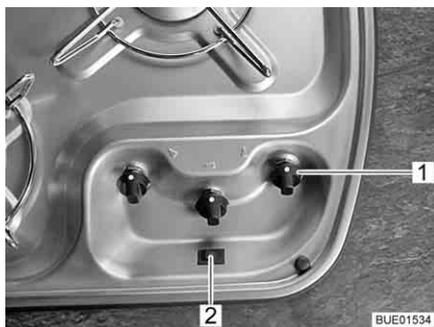
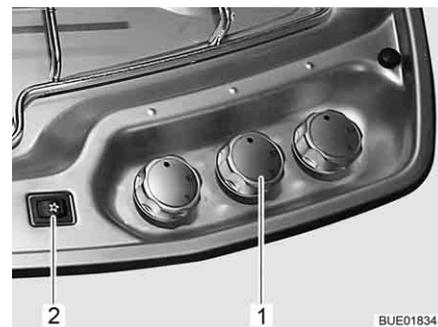

Bild 210 Bedienelemente für Gaskocher (Viseo)
Bild 211 Bedienelemente für Gaskocher (Elegance)
- Drehregler (Bild 210,1 bzw. Bild 211,1) der gewünschten Brennstelle auf Zündposition (große Flamme) drehen.
- Zündknopf (Bild 210,2 bzw. Bild 211,2) drücken. Am Brenner werden Zündfunken erzeugt.